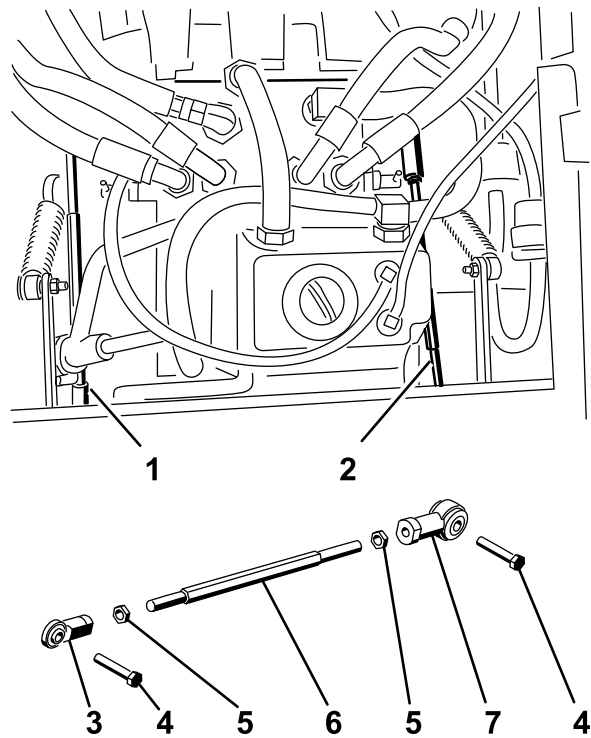

Figure 56
10. Ziehen Sie die Klemmmuttern an den Kugelgelenken fest (**Bild 56**).